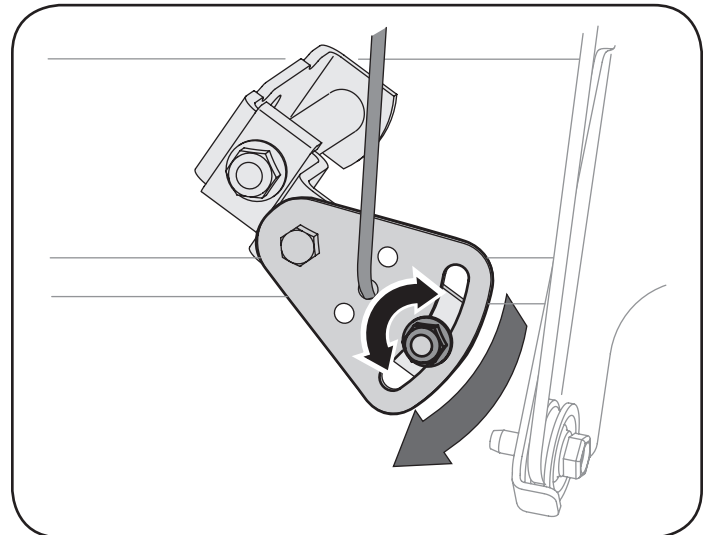

Figura 23
2. Afloje la tuerca hexagonal del soporte de posicionamiento del cable de cambios. Vea la Figura 23.